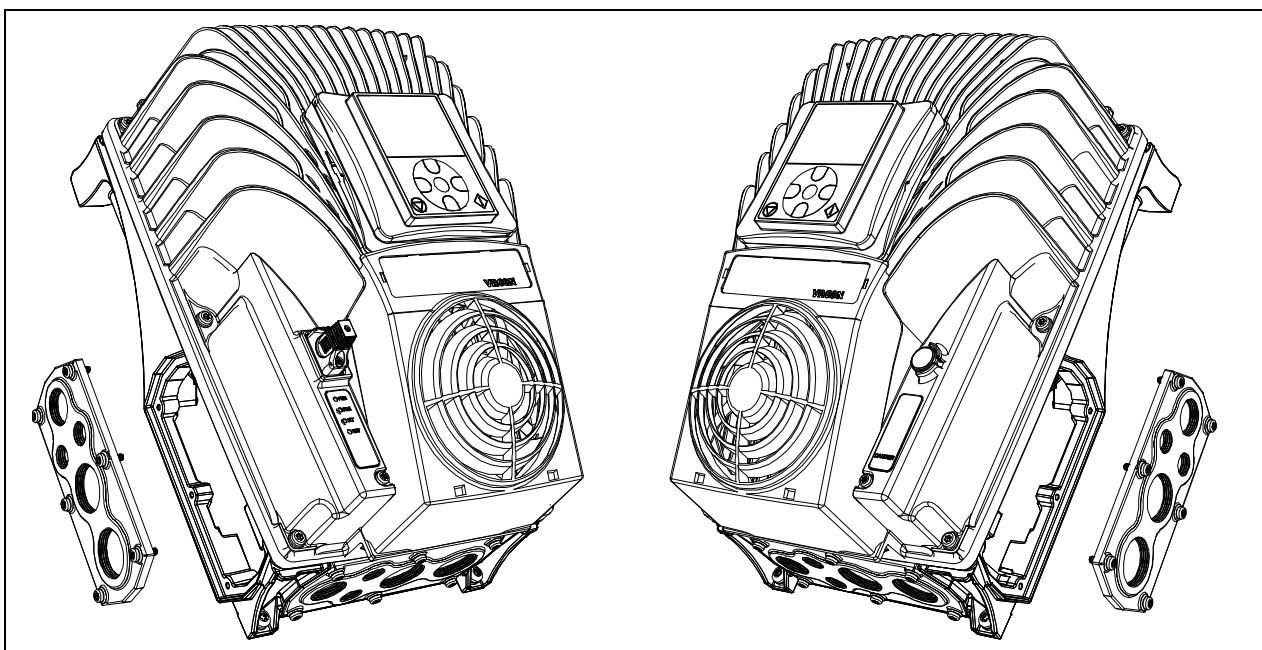

Figura 46. Quitar la placa de entrada de los cables: ejemplo para el bastidor MM5.
- Quitar la placa para la entrada de los cables que se encuentra en el lado izquierdo del convertidor, si el interruptor de red debe instalarse en dicho lado. De no ser así, quitar la placa de entrada de los cables del lado derecho. Ver la Figura 46.